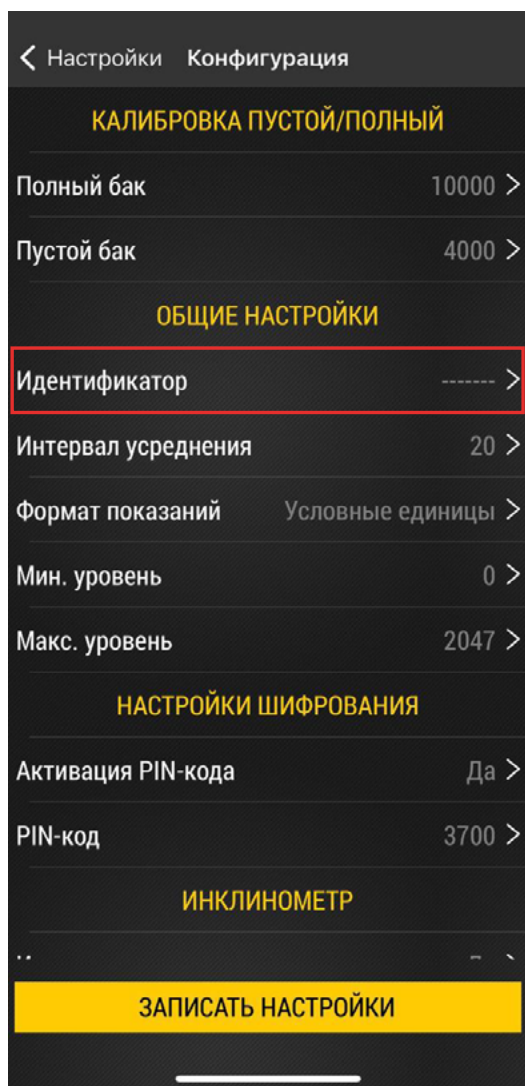

Рис.17. Меню «Конфигурация».
- В меню «Конфигурация» выберите «Идентификатор» (**Рис.17**). Откроется меню ввода идентификатора.